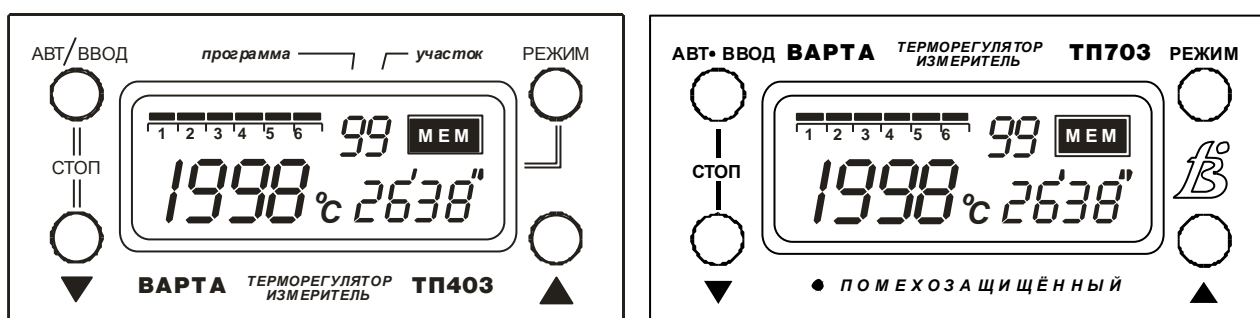

Рисунок 1. Лицевая панель регулятора
1.3.3 На лицевой панели регулятора (см. рисунок 1) расположены жидкокристаллический многоразрядный индикатор и кнопки управления.